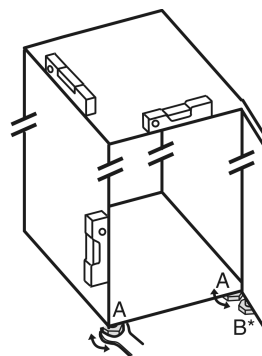

Fig. 4
- Skru de justerbare fødder Fig. 4 (A) ud ved hjælp af den medfølgende gaffelnøgle og et vaterpas, indtil hvidevaren står fast og i vater.
- Skru den justerbare fod Fig. 4 (B) på legebukken af med den medfølgende gaffelnøgle, indtil den hviler på gulvet.
- Drej den justerbare fod Fig. 4 (B) 90° videre.